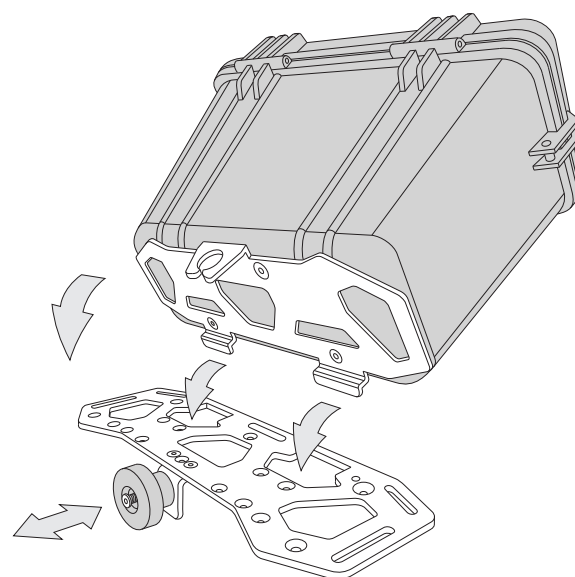

图 12. 将防水箱固定至货架
4. 如图 12 所示, 使用快速释放底座将防水箱固定至货架。